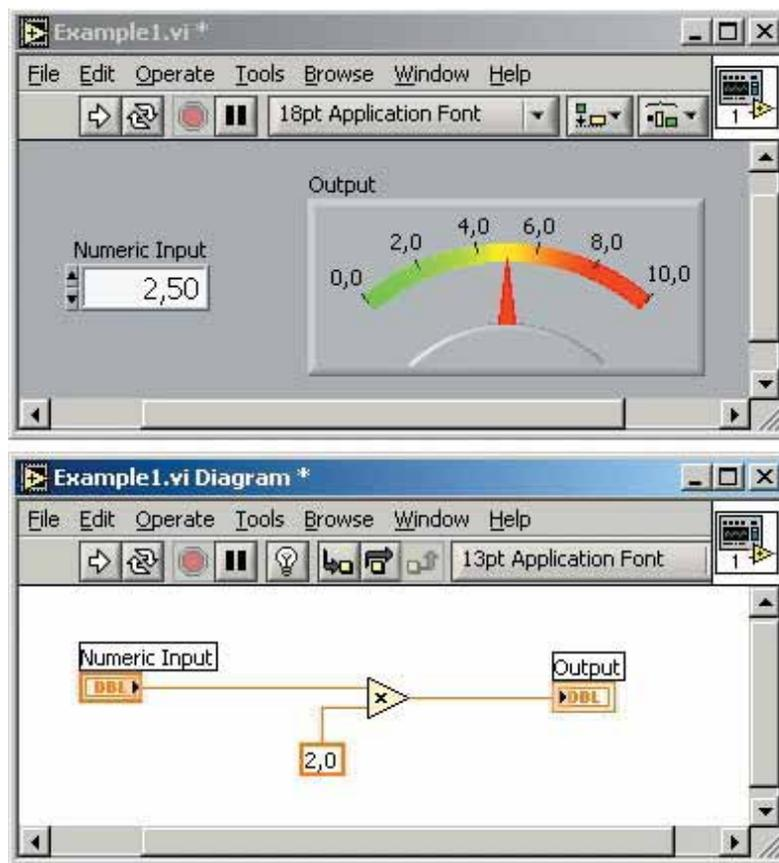

Figura 1: Panel frontal del programa ejemplo y, debajo, su código.
La Figura 1 nos muestra la apariencia típica de una configuración muy sencilla de datos fuente, procesamiento de datos y unidades de visualización de datos, formando un "circuito cableado". El programa hace sencillamente lo siguiente: el valor de entrada introducido en el panel de control (2,5) es multiplicado por un factor (2), y el resultado (5) se muestra en la escala de un medidor analógico simulado. La función se muestra en el esquema de conexión utilizando el símbolo de un amplificador con el factor que muestra el valor 2. Los hilos van desde la unidad de entrada numérica y desde la constante hasta las dos entradas de una unidad multiplicadora y, desde la salida del multiplicador hacia la entrada de la unidad de salida. Los datos y los valores numéricos, en lugar de corrientes, circulan a través de estos hilos virtuales que, en este ejemplo, van desde la izquierda hacia la derecha. Un módulo o un icono ejecuta su función cuando los datos están presentes en todas sus entradas. La secuencia de cómo se realiza el procesamiento no es por lo tanto como la de un lenguaje de programación normal, donde el flujo es el texto que va ejecutándose desde la parte superior de la pantalla hasta la inferior (excepto cuando se producen saltos), pero sí que depende, en cualquier caso, del flujo de datos. Esto se denomina una arquitectura de "control del flujo de datos" y proporciona una gran flexibilidad. La empresa NI generalmente hace referencia a sus módulos individuales como Instrumentos Virtuales (VIs, Virtual Instruments). Una importante consecuencia adicional de esta arquitectura es que el